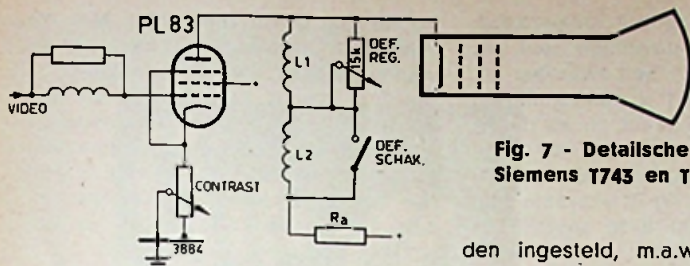

Fig. 7 - Detailschema Siemens T743 en T753
D) In fig. 7 ziet men een detail van het schema der Siemens T743 en T753 en wel de videooversterker PL83. In de anodeketen van deze buis zijn 2 correctiespoelen geschakeld, over L1 is de beeldbreedteregelaar van 15 kΩ geplaatst, terwijl L2 met een schakelaar kan worden kortgesloten. De regelaar heeft een „locking”, een markerings-stand, die van veel gemak kan zijn bij het instellen voor de eerste maal. Rechtsom van de markering ontstaat een „verwazings” effect, zoals ook in de fotografie bekend is en linksom een verscherping der contouren wegens een klein „plastic” effect. Indien de fase van de zender niet gecorrigeerd zou zijn, compenseert de spoel L2 de onvermijdelijke looptijden in de ontvanger. Is de fasecurve van de zender daarentegen wel correct, dan wordt L2 kortgesloten.